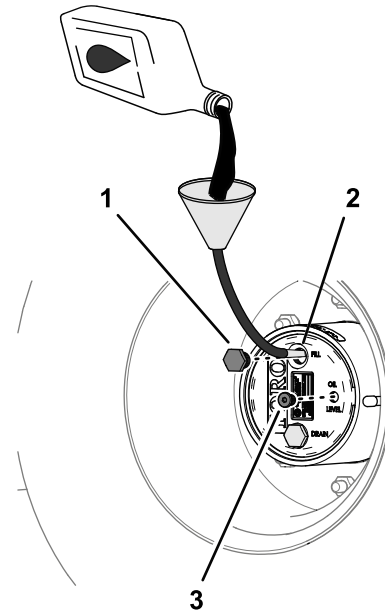

Figura 86
verificación (Figura 86); consulte Especificación del lubricante del engranaje planetario (página 71).
6. Instale el tapón de llenado y el tapón de verificación (Figura 86).
1. A través del orificio del tapón de llenado, añada lentamente el lubricante de engranajes especificado; consulte la Figura 86 de Comprobación del lubricante de la transmisión planetaria \(página 71\).
3. Instale el tapón de llenado y el tapón de verificación; consulte la Figura 86 de Comprobación del lubricante de la transmisión planetaria \(página 71\).